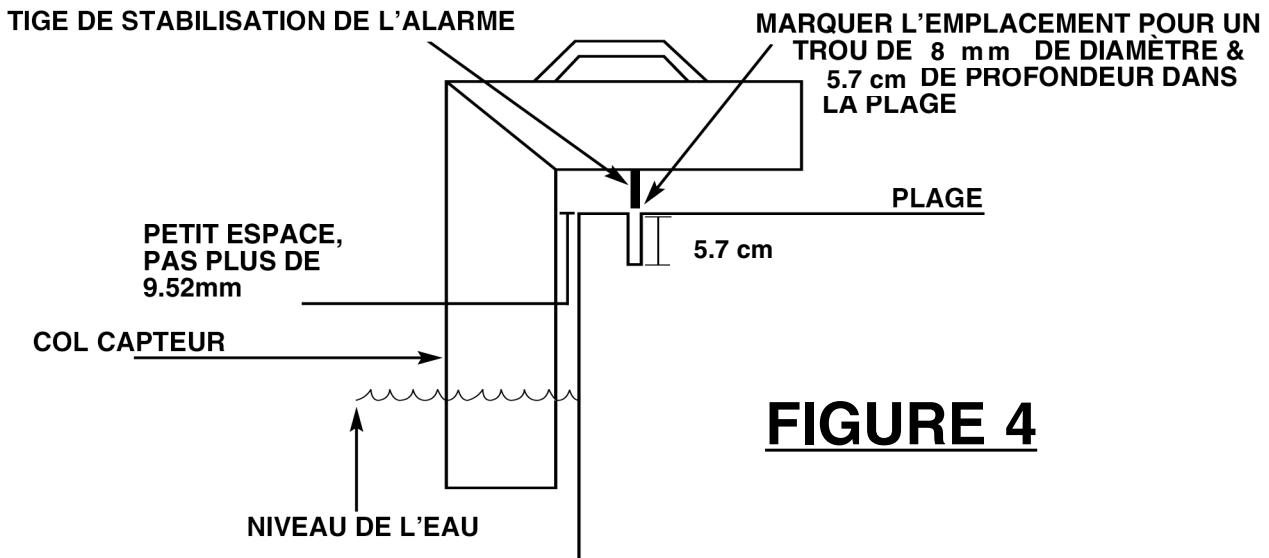

FIGURE 4
1. Placer l'alarme de façon à ce que le capteur soit dans l'eau et que l'ASP touche la plage, (Bien laisser un petit intervalle entre le capteur et le bord de la plage), voir Figure 4.